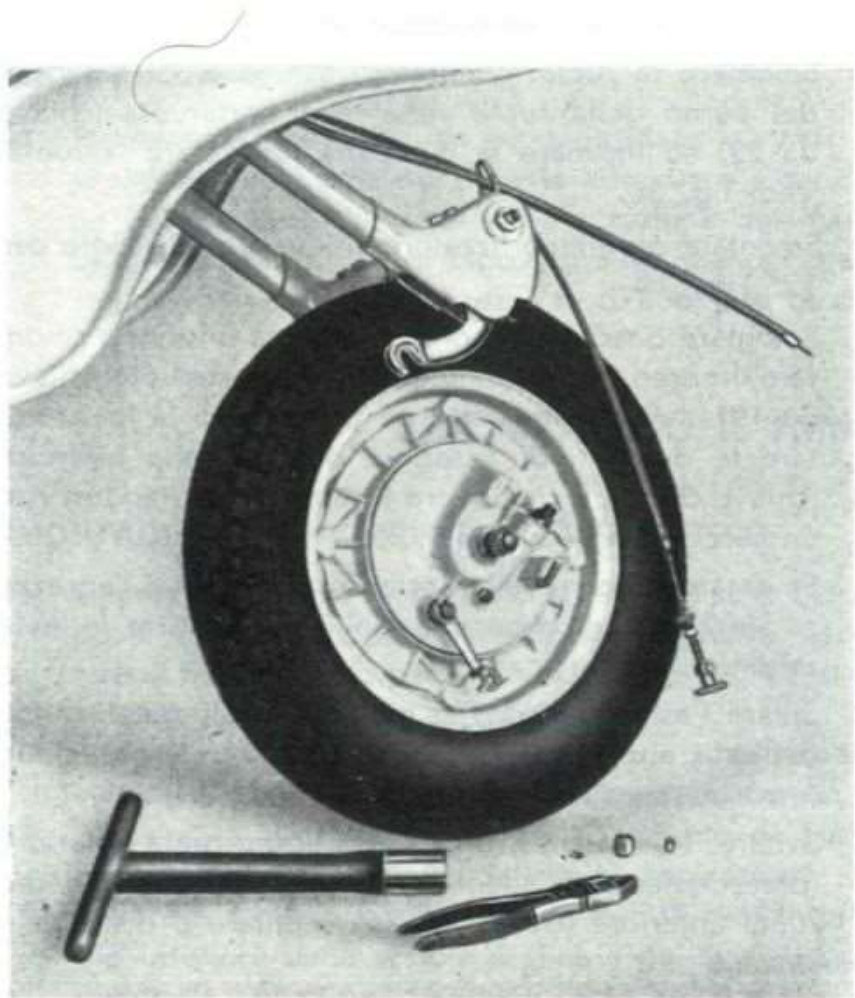

Fig. 38
- 58 Smontare la ruota: allentare i due dadi di fissaggio del perno della ruota sulle leve portaruota (chiave da 22) ed inclinare la macchina per sfilare la ruota. Vedi fig. 38.